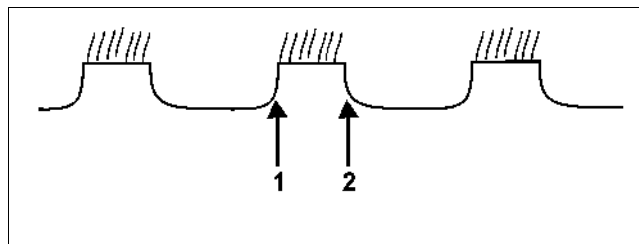

Рис. 21
- 1. Ряд дисков переставьте вправо и проверьте снова (Рис. 21):